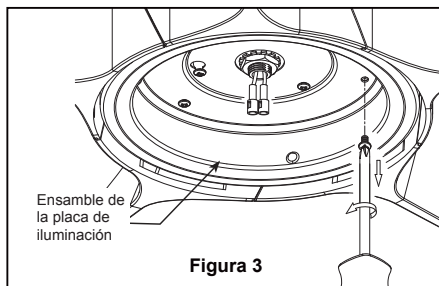

Figura 3
- ☐ 3. Extraiga uno de los tres tornillos del ensamble de la placa de iluminación y guarde los tornillo para pasos posteriores. Afloje levemente los otros dos tronillos. (Figura 3)